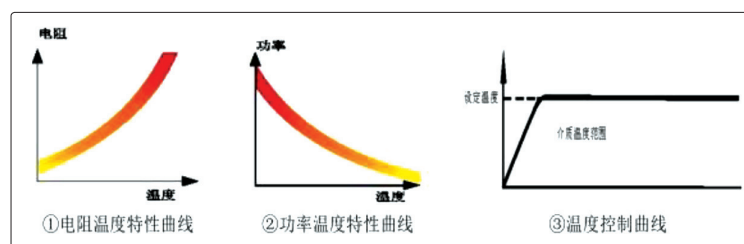

图10 伴热带在管道上的安装位置
3. 电伴热带需沿管道平行敷设时应安装在管道的下方，并且与管线横截面水平轴线成45°角，如果采用两根电伴热带应对称敷设（如图10所示）。